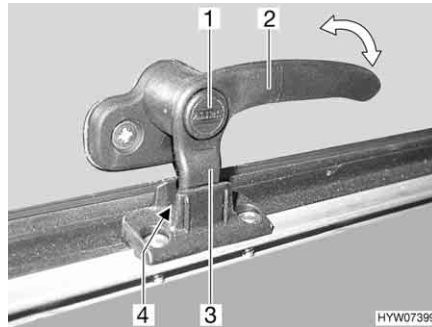
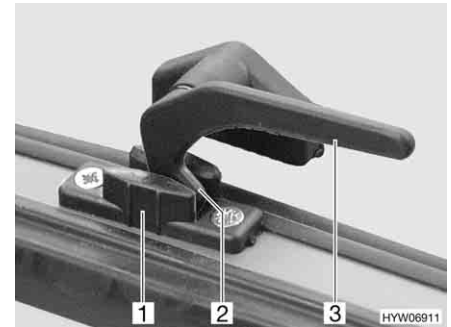

Bild 97 Låsarm med låsknapp i läget "kontinuerlig vädring"
Bild 98 Låsarm i läget "kontinuerlig vädring"
- I läget "kontinuerlig vädring" (Bild 97 och Bild 98)
- Tryck på låsknappen (Bild 97,1) om sådan finns och håll den nedtryckt.
- Vrid alla låsarmar (Bild 97,2 eller Bild 98,3) ett kvarts varv mot luckans mitt.
- Vrid tillbaka alla låsarmar. Därvid måste låsspaken (Bild 97,3 eller Bild 98,2) föras in i spåret på lucklåset (Bild 97,4 eller Bild 98,1).